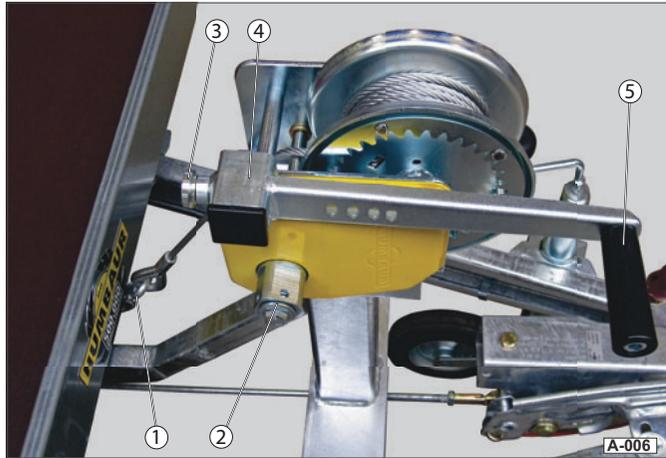
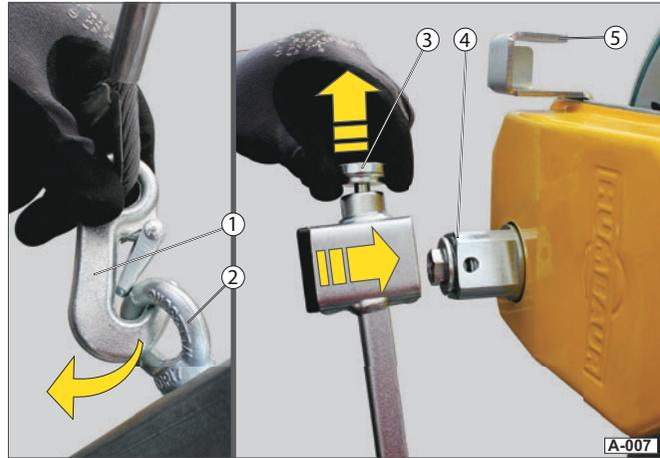

Abb. 6 Seilwindenbock (optional) - Fahrstellung
Abb. 7 Seilwinde vorbereiten
- ▶ Ziehen Sie am Sicherungsstift (Abb. 7/3) und nehmen Sie gleichzeitig die Kurbel (Abb. 6/5) von der Park-Halterung (Abb. 7/5) ab.
- ▶ Stecken Sie die Kurbel auf den Kurbelansatz (Abb. 7/4) - ziehen Sie den Sicherungsstift raus und lassen Sie diesen in einer Bohrung am Kurbelansatz arretieren.
- ▶ Hängen Sie den Karabinerhaken (Abb. 7/1) aus der Öse (Abb. 7/2) aus.